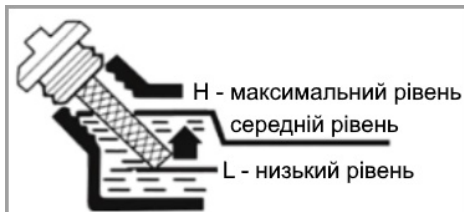

Рисунок 2
3.1.1 Перевірка рівня моторної оливи в картері здійснюється наступним чином (дивіться рисунок 2):
- якщо рівень низький – долийте рекомендовану моторну оливу до верхньої позначки на щупі (рівень «Н», рисунок 2), використовуючи ліжку з гнучким шлангом з комплекту постачання.